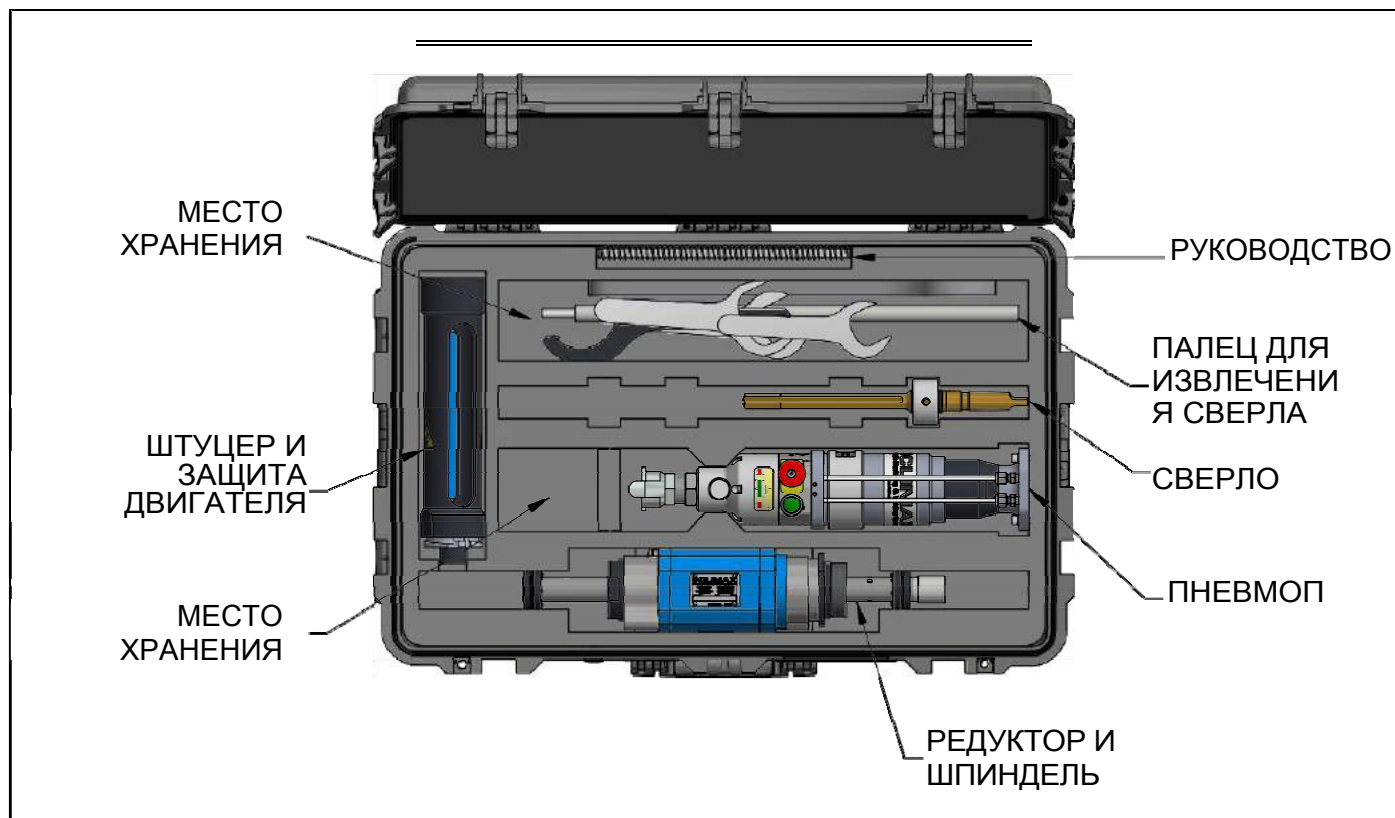

Рис. 6-1. КОМПОНОВКА КОРПУСА PD3000
Переносной сверлильный станок модели PD3000 может храниться и перевозиться в предоставленном транспортном контейнере Pelican (см. рис. 6-1). Краткосрочное хранение — это хранение сроком менее трех месяцев.
4. Поместите компоненты в ящик для хранения, показанный на рис. 6-1.